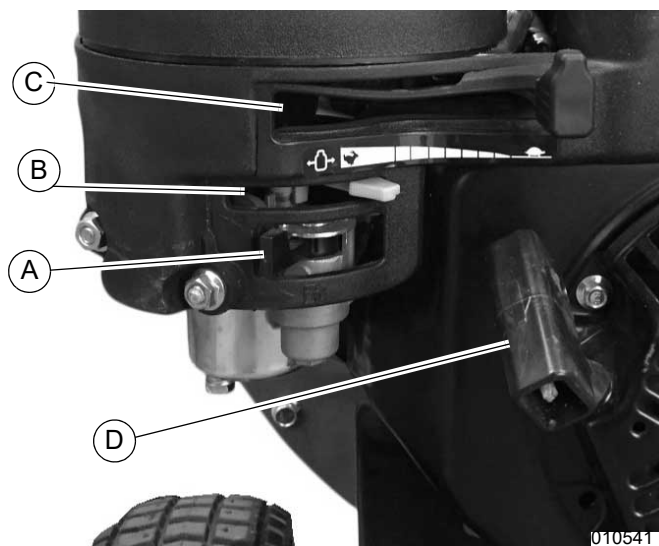

Figura 3-1. Controles del motor
2. Consulte la Figura 3-1. Abra la válvula de cierre de combustible (A).
4. Coloque la palanca de control del estrangulador (B) en posición de estrangulador. Deje en posición de funcionamiento si el motor ya está caliente.
5. Ajuste la palanca de control del acelerador (C) en la posición Rápido.
6. Tome la manilla del arrancador retráctil (D) y jale lentamente hasta que sienta resistencia, luego tire rápidamente del cordón para arrancar el motor.